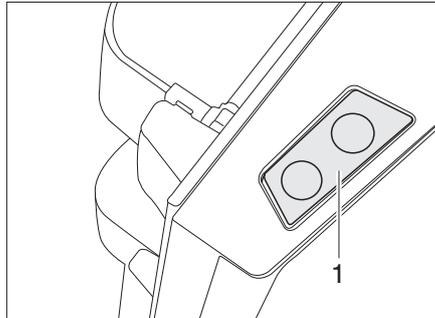

Bild 275 Entriegelungstaste der Kühlschranktür (Dometic 8er-Reihe)
**Öffnen:** ■ Die Entriegelungstaste (Bild 275,1) drücken und die Kühlschranktür öffnen.